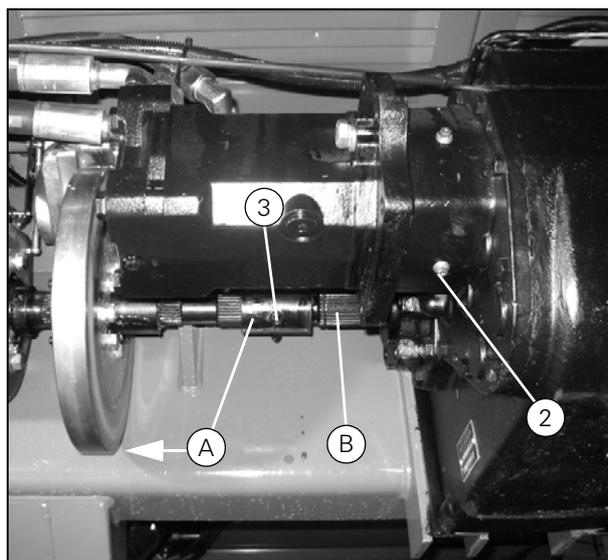

Рисунок 20
- Убедитесь, что втулка (А) находится на одной линии с валом и может быть легко надета на выходной вал коробки передач (В) (Рис. 20).